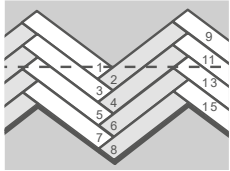

Рисунок 15
- 11.21 Для сохранения порядка при последующей сборке сделать сквозную нумерацию планок по образцу на рисунке (см. Рисунок 15).